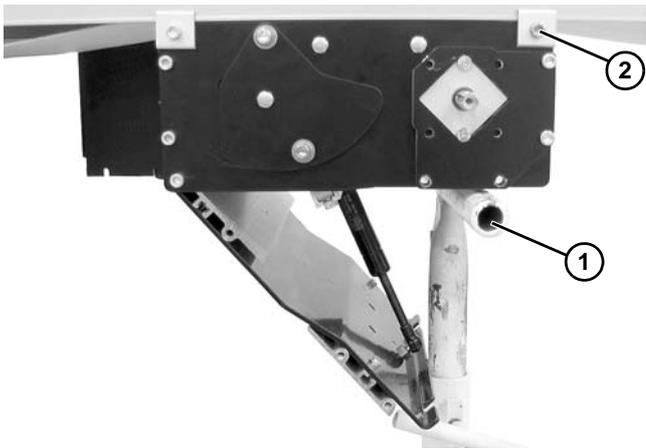

Figure 38
1. Placer un support temporaire (**Figure 38, élément 1**) sous le module d'entraînement.
2. Desserrer les vis de bridage (**Figure 38, élément 2**) sur chaque coin du module. Retirer le module.